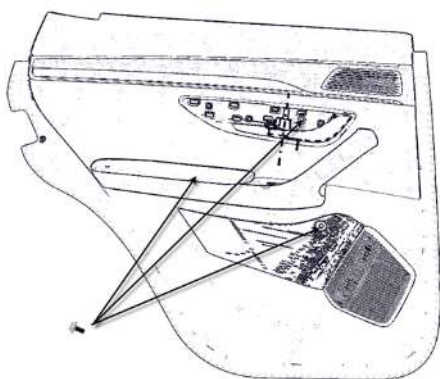

图 9-1-4 左后门螺钉拆卸示意图
(4) 如图9-1-4, 用10号套筒将圆圈处的螺栓拆下(3个)。